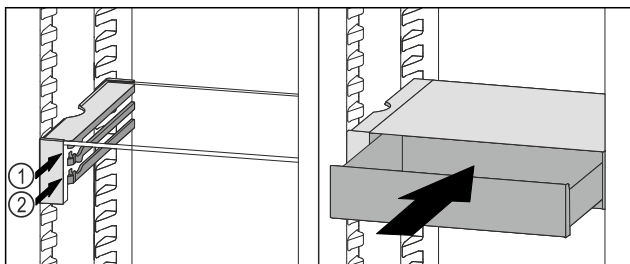

Fig. 113
- ▶ Sæt VarioSafe-skuffen ind bag stoppene på den ønskede ribbe Fig. 113 (1) eller Fig. 113 (2).